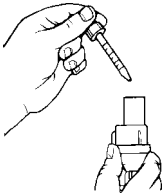

FIGURA 2 - AGREGANDO LA MEDICINA AL VAPORIZADOR
6. Agregue la medicina líquida al vaporizador de acuerdo a la receta médica (**FIGURA 2**).